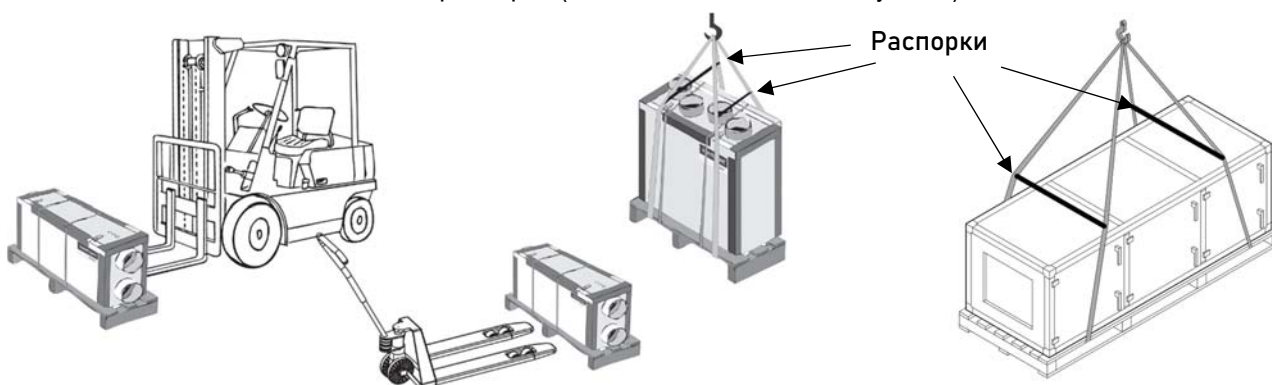

Рисунок 4 - Варианты транспортировки установки
4.1.7 При проведении погрузочно-разгрузочных работ используйте автопогрузчик, гидравлическую тележку или кран (Рисунок 4).
4.1.8 ЗАПРЕЩАЕТСЯ при подъёме установки при помощи крана опирать стропы на края установки. Необходимо использовать распорки (Рисунок 4).